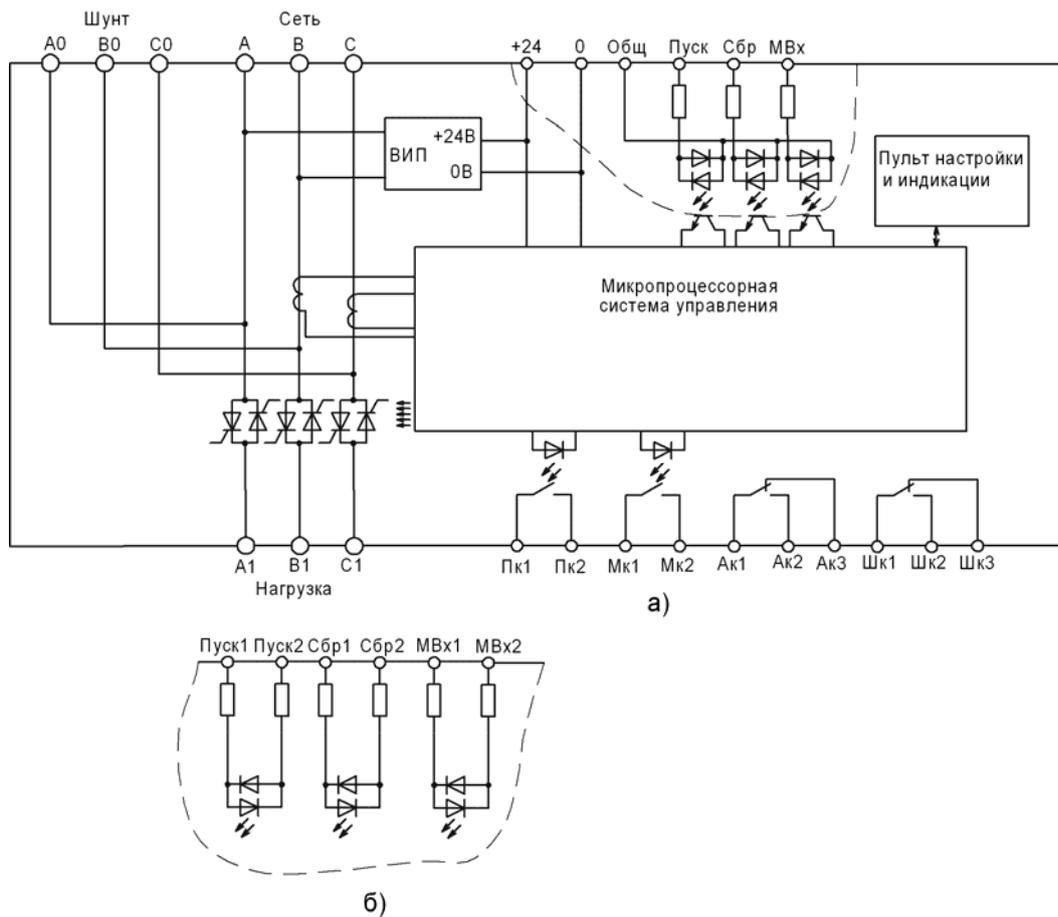
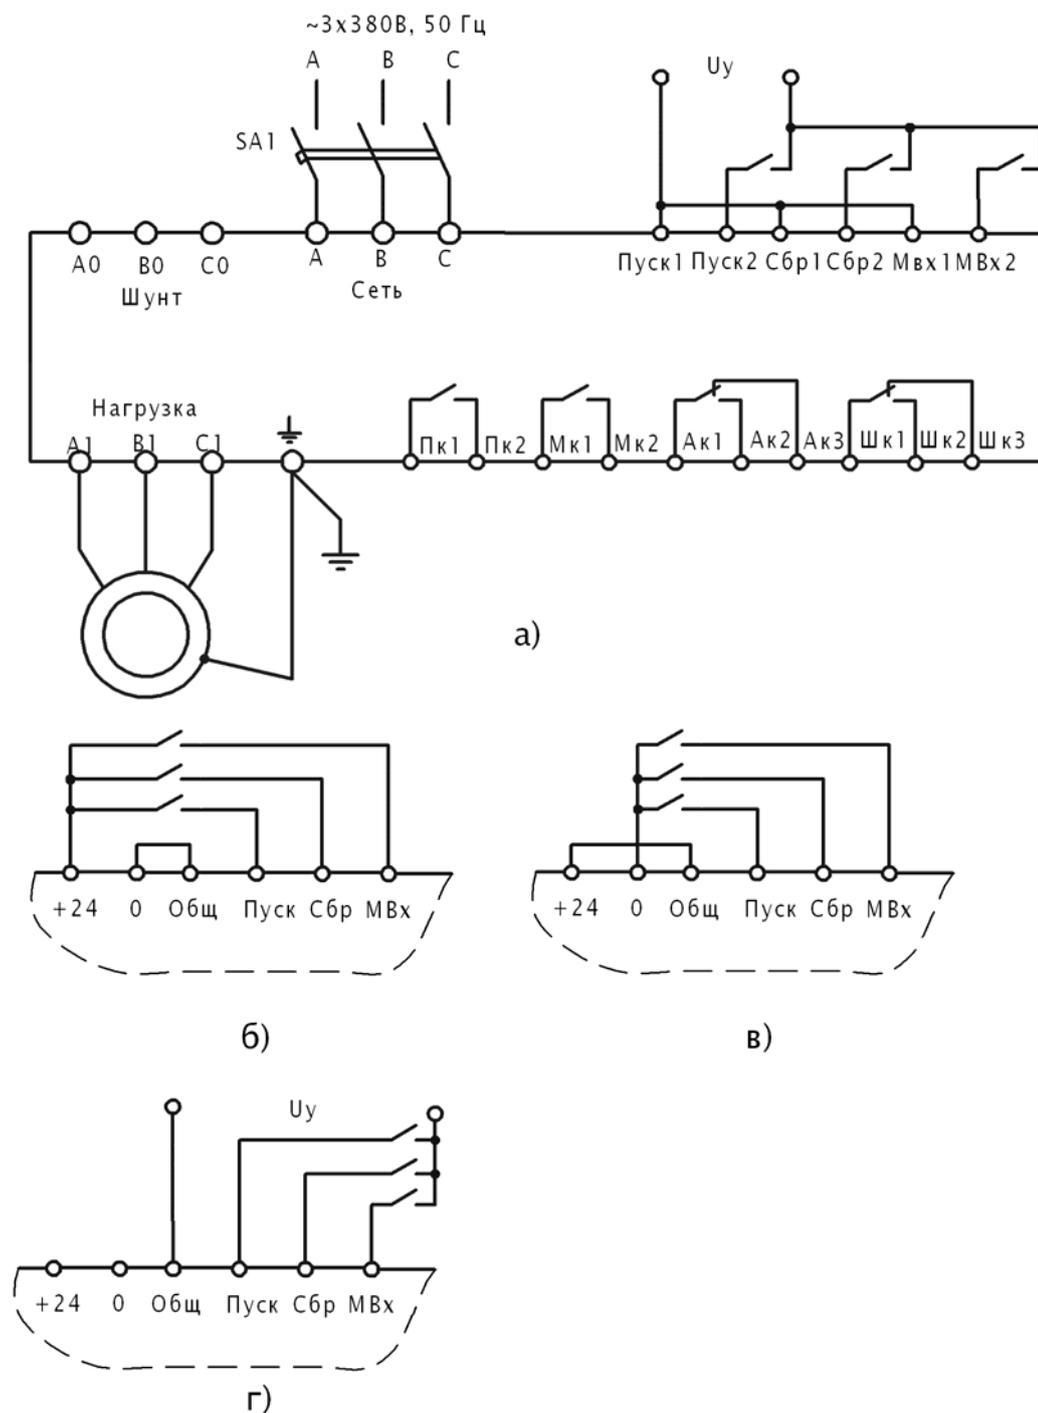

Рисунок 1 – Функциональная схема пускателя
Рисунок 2 – Схема подключения пускателя
1.3.4 В модификации БСТ-ххН/380-30 с «сухим» контактом входы «Пуск», «Сбр» и «Мвх» имеют один общий провод (рис.1 а). Входы являются двунаправленными, поэтому управление может осуществляться подачей на входы положительного (+24В) или отрицательного (0В) напряжения (см. рис. 2 б, в).
1.3.5 В модификациях БСТ-ххН/380-00, БСТ-ххН/380-10 и БСТ-ххН/380-20 все входы изолированы друг от друга (рис. 1 б). В данной модификации напряжение источника +24В на внешние клеммы не выводится.